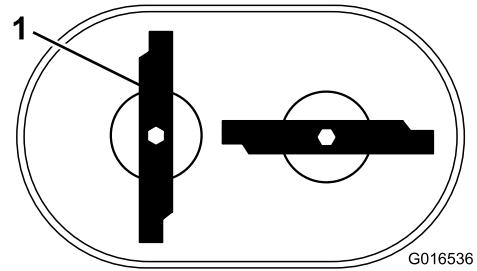

**Bild 45**
2. Halten Sie jedes Messer mit einem Brett fest und drehen Sie die Messerschraube mit einem Drehmomentschlüssel nach rechts, wie in **Bild 45** dargestellt. Ziehen Sie die Messerschraube mit 82 N·m an.